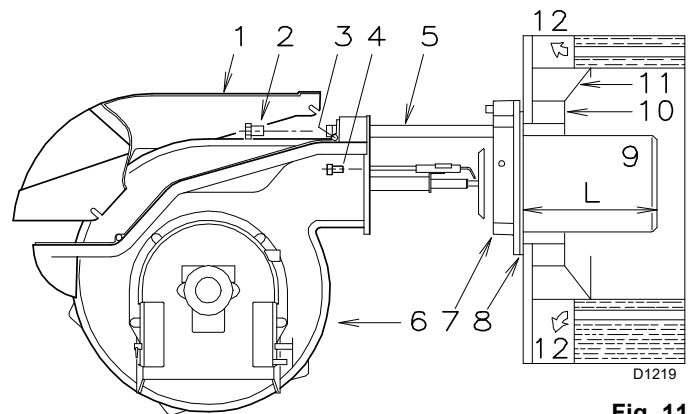

Fig. 11
Per le caldaie con il frontale raffreddato ad acqua non è necessario il rivestimento refrattario 10)-11)(Fig. 11), se non vi è espressa richiesta del costruttore della caldaia.
Effettuata questa eventuale operazione, fissare la flangia 7)(Fig. 11) alla piastra della caldaia interponendo la guarnizione 8) data a corredo. Utilizzare le 4 viti pure date a corredo dopo averne protetto la filettatura con prodotti antigrippanti.
- aprire il bruciatore sulle guide come in (Fig. 11 a pag. 15);